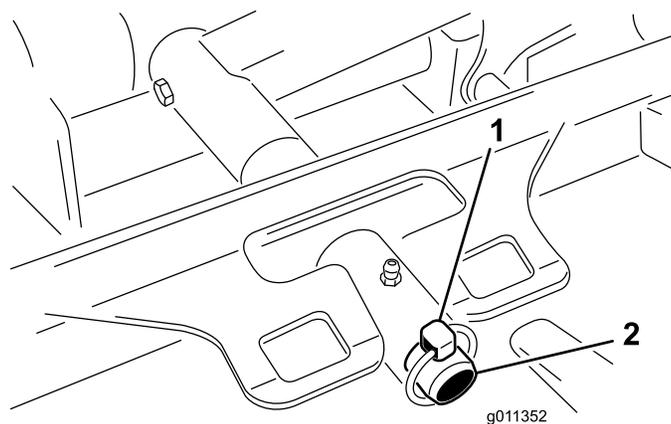

Рисунок 79
3. Снимите штифт с кольцом (на машинах Groundsmaster 4500) или крепежную гайку (на машинах Groundsmaster 4700), с помощью которых несущая рама режущего блока крепится к оси поворота подъемного рычага (Рисунок 79).
2. Наденьте несущую раму режущего блока на ось поворота подъемного рычага (Рисунок 79). Закрепите режущий блок на оси с помощью штифта с кольцом (на машинах Groundsmaster 4500) или крепежной гайки (на машинах Groundsmaster 4700).